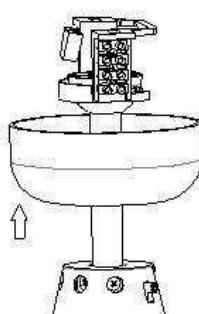

Abb..3
- 1) Heben Sie den Ventilator vorsichtig zur Decke hoch, setzen Sie das Kugelgelenk des Hängerohrs in die vorgesehenen Stelle in der Deckenplatte ein und lassen Sie es einrasten. Abb. 3